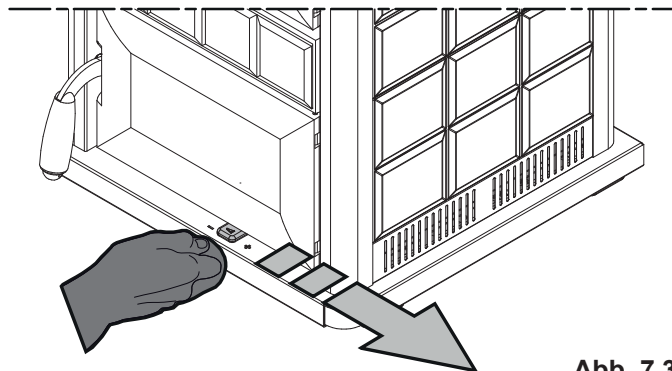

Abb. 7.3
- Die Regulierung der Primärluft vollkommen öffnen und dazu den Hebel **(A)** ganz nach rechts drehen (**Abb. 7.3**);